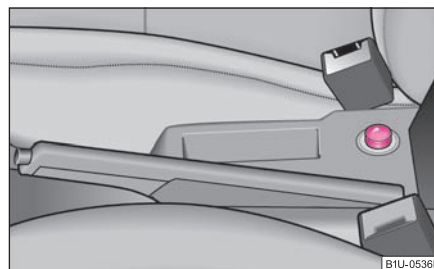

Fig. 86 Consola centrală: Bricheta
- Apăsați capătul brichetei înăuntru ⇒ fig. 86.